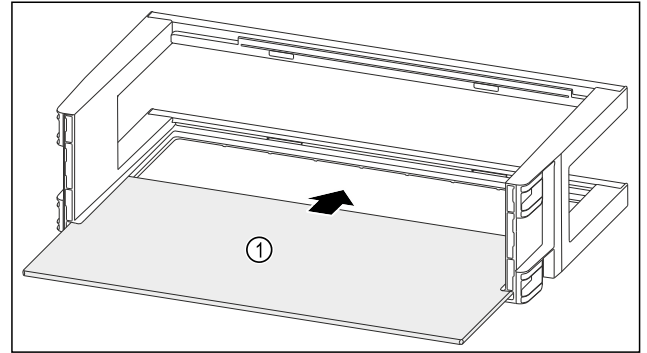

Fig. 125
- Abstellfläche Fig. 125 (1) in die seitlichen Aussparungen einschieben.